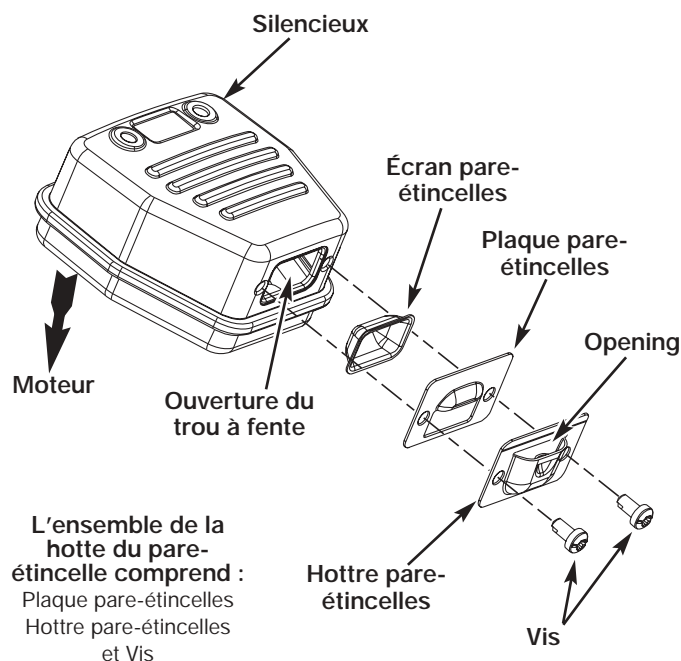

Fig. 22
2. Situez le pot d'échappement sans le retirer. Trouvez les deux (2) vis sur la partie inférieure du pot d'échappement (Fig. 22) Ces deux vis tiennent l'ensemble du déflecteur d'échappement et l'écran pare-étincelles à la partie inférieure du pot d'échappement. Retirez les deux (2) vis en vous servant soit d'un tournevis torx #20 ou d'un tournevis plat.
6. Placez la plaque du pare-étincelle au dessus du pare-étincelles avec le côté « élevé » vers le haut et l'ouverture vers le moteur (Fig. 22).
7. Placez la hotte du pare-étincelle sur la plaque du pare-étincelle avec le côté « élevé » vers le haut et l'ouverture tournée DU COTE OPPOSE au moteur (Fig. 22). Assurez-vous que l'échappement soit bien tourné DU COTE OPPOSE au moteur.